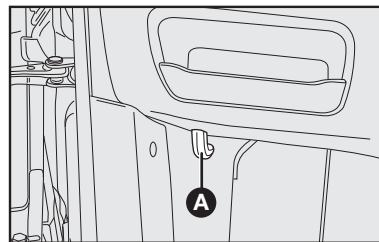

fig. 88
1) puxar a alavanca A-fig. 88.